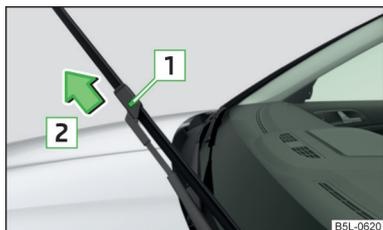

Fig. 191
- › Presione el seguro **[1]** » fig. 191 para desbloquear la escobilla y extráigala en el sentido de la flecha **[2]**.